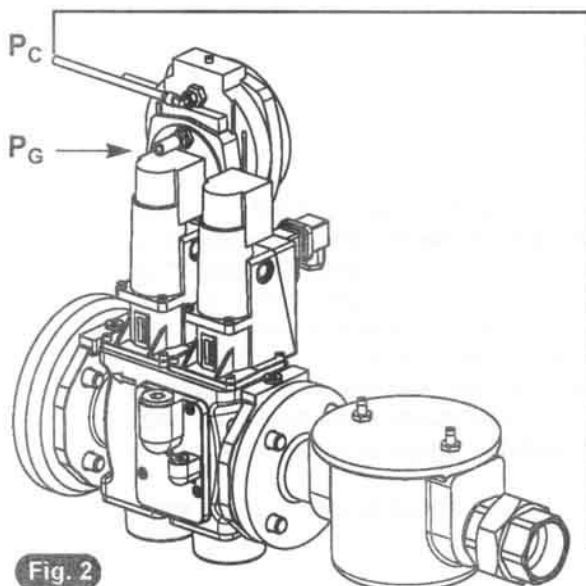
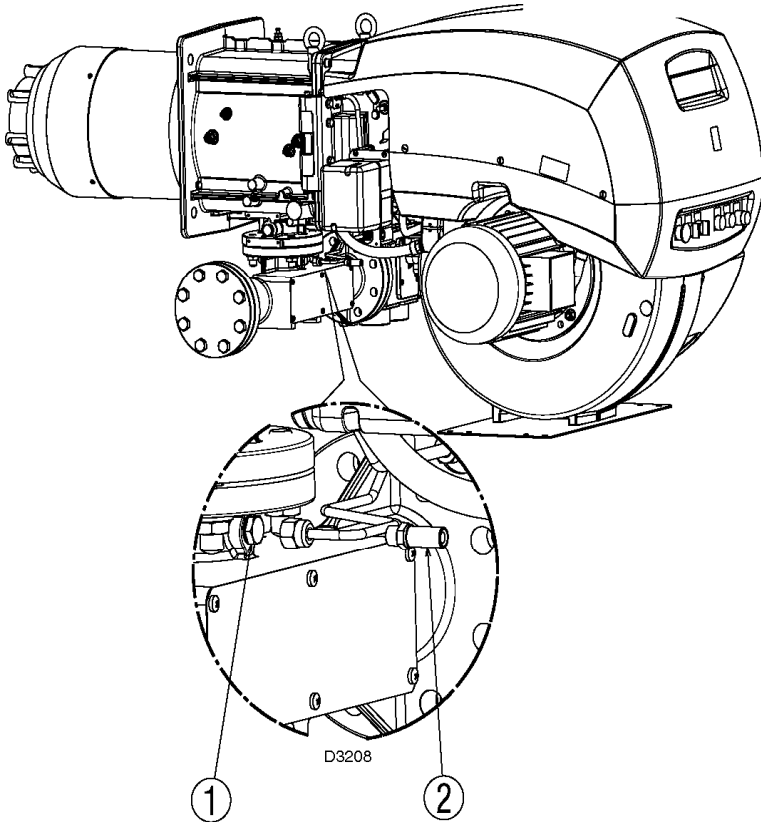

Fig. 2
Рис. 6
- 4 Снимите с трубы газа **A** заглушку и навинтите штуцер **2**, который входит в комплект поставки газовой рампы (рисунок 6).
- 6 Присоедините трубку газа **E** к штуцеру **2** (рисунок 6), а другой конец трубки присоедините к штуцеру  $P_G$  исполнительного механизма (смотри рисунок 2 и 4).